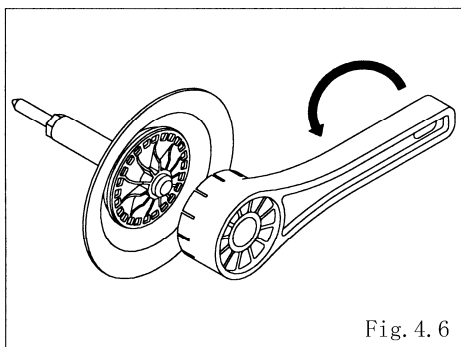

Fig. 4.6
- ・スパナ (21 mm) を使用してセンターディスクを外し、センターロッドからダイヤフラム、センターディスク、Oリング (AD-10PC、PT) を取り外す。(AD-10P□) [Fig.4.6]
- ・付属工具 (専用工具: 部品番号 771244) を使用してセンターディスクを外し、センターロッドからダイヤフラム、センターディスク、Oリング (□T) を取り外す。(AD-25P□、VT) [Fig.4.6]
- ・PP レンチ (専用工具: 部品番号 771868) を使用してセンターディスクを外し、センターロッドからダイヤフラム、センターディスク、Oリング (□T) を取り外す。(AD-40P□、AD-50P□) [Fig.4.6]